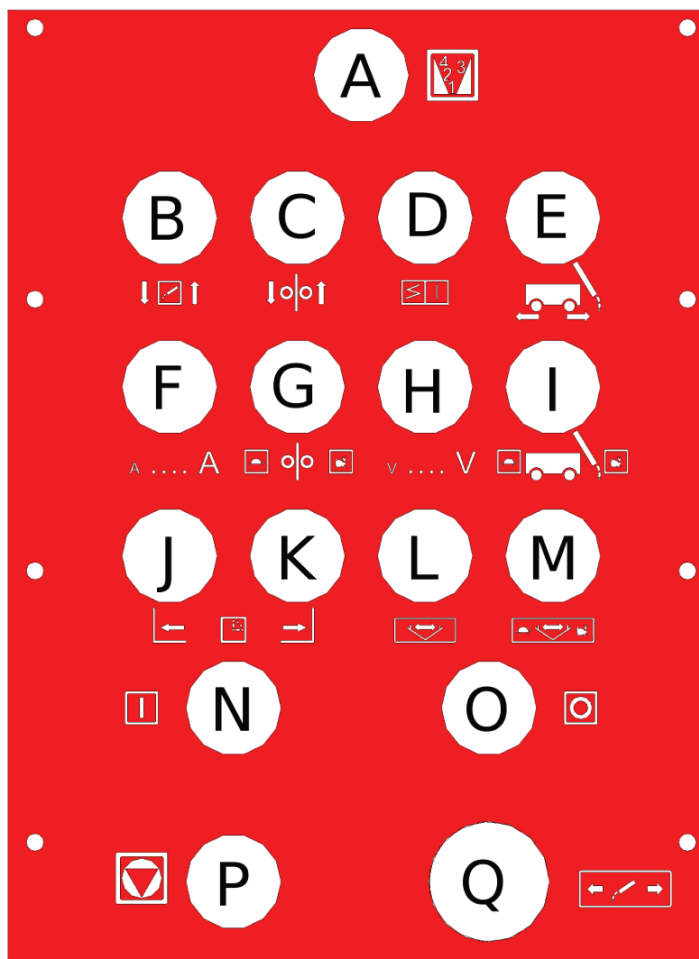

Рис. 5.2
5.2 Полнофункциональный подвесной пульт управления – (Рис. 5.2) Полнофункциональный подвесной пульт управления оснащен небольшим ЖК-экраном, который предоставляет оператору информацию, такую как: проход, и конкретные данные сварки, которые изменяются. Подвесной пульт используется для управления машиной. Его также можно использовать для внесения корректировок, когда машина находится в режиме ожидания или сварки. Он не позволяет вносить изменения во время запуска или остановки машины. Верхние четыре переключателя перемещают машину, пока она не работает. Нижние восемь переключателей позволяют пользователю настраивать параметры, ограниченные пределами значений выбранной конфигурации прохода. При первом нажатии переключателя регулировки отображается текущее значение этого параметра на дисплее. Каждое последующее нажатие будет регулировать значение параметра, если это позволяет настройки прохода. Если оператор использует пульт управления с ограниченной функциональностью, то он все равно сможет отрегулировать параметры с блока управления, если проход, используемый в настоящее время, позволяет сделать эти изменения.